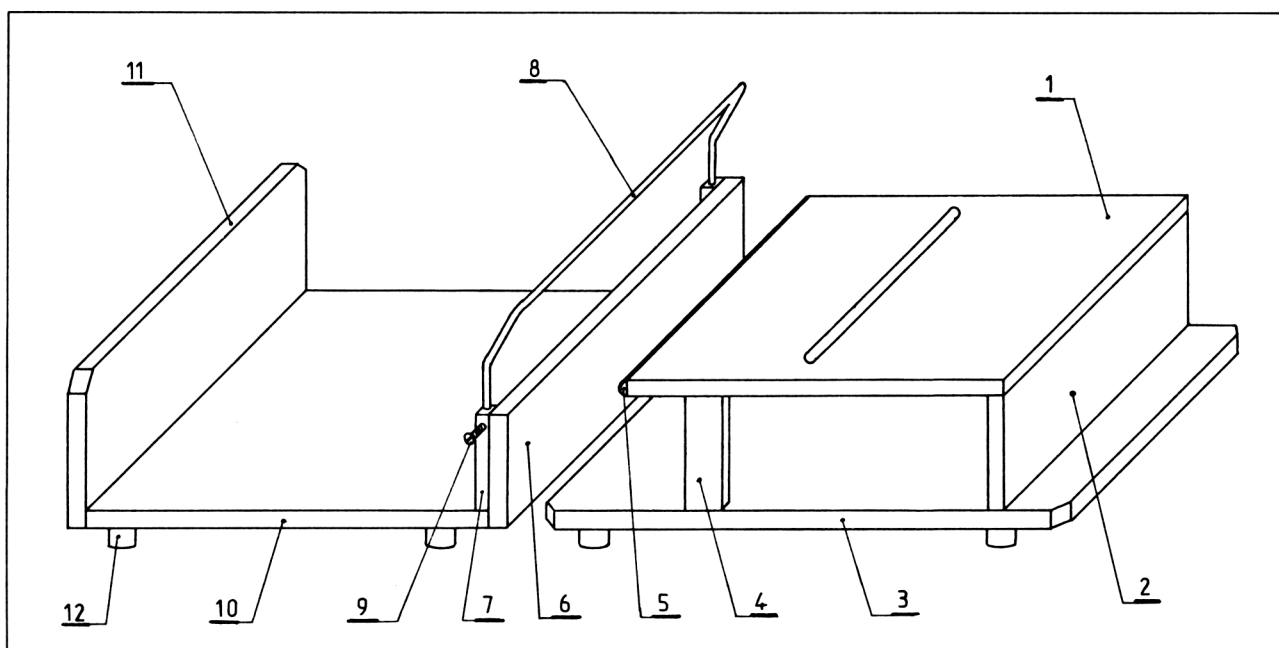

Fig. 2
MATÉRIEL ET OUTILLAGE NÉCESSAIRE (Fig. 2)
Le panneau ⑪ aura un chanfrein de 10 × 10 sur les deux coins, mais d'un seul côté comme le montre la figure 2. Les panneaux ⑥ et ⑪ seront mis en place sur le panneau ⑩, collés puis cloués. La tige repère ③ sera ajustée dans les trous des deux carrés et serrée par les deux vis M4 × 15. Le support sera monté suivant le même principe. Tout d'abord vous réaliserez les chanfreins de 10 × 10 sur le panneau ③ pour éviter les angles vifs. Coupez le 1/2 rond repère ⑤ à 420 mm de long, collez et clouez sur ①. Ensuite montez ② sur ①, collez puis clouez. Idem pour ④ sur ⑩. Attention, ④ est placé à environ 30 mm par rapport au devant du panneau ⑩.